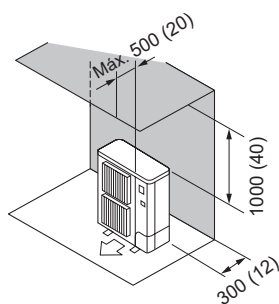

Fig. 2-7
- (2) Obstáculos sólo en la parte trasera y superior (Fig. 2-7)